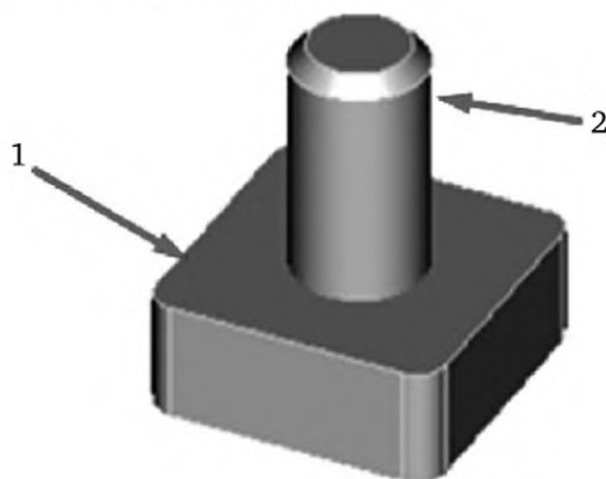

Рис. 2. Объемная модель детали «Опора»
Создать объемную модель детали «Опора», состоящую из основания (1) и оси (2) согласно рис. 2.